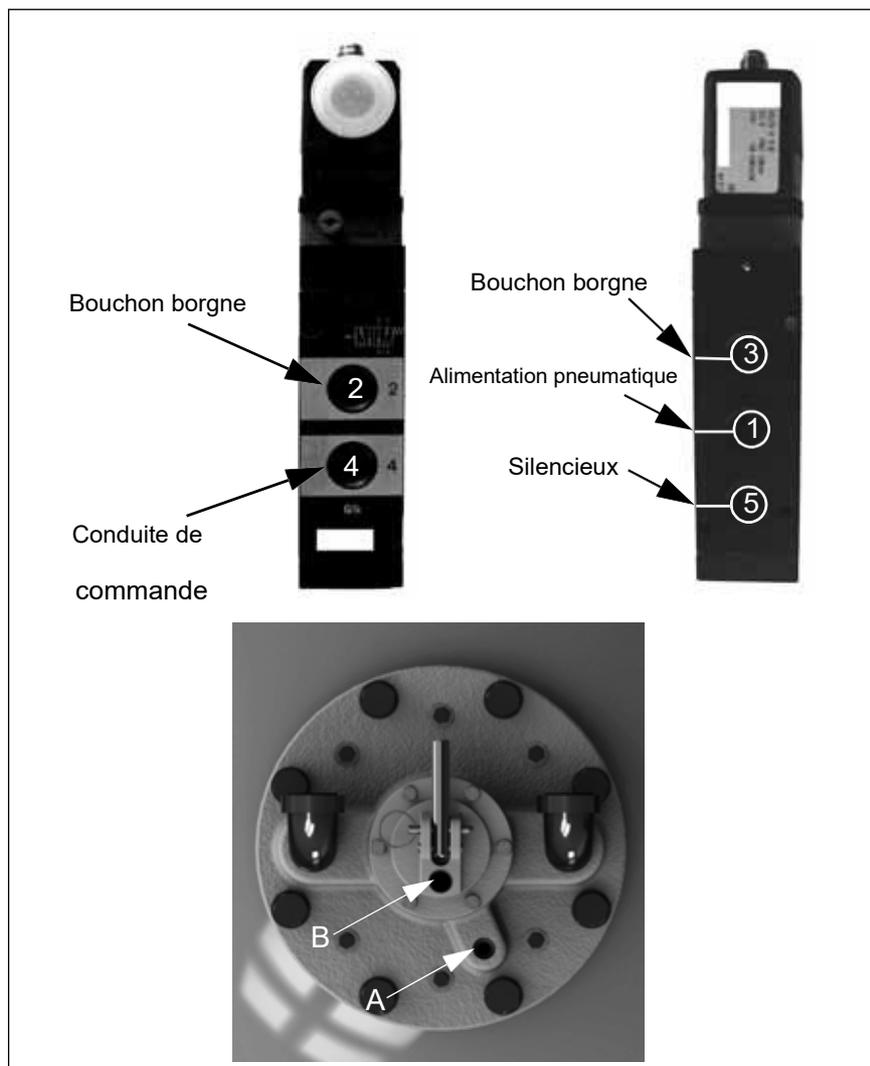

Fig. 5 : Raccordement pneumatique de l'électrovanne 5/2
4. Obturer les raccords 2 et 3 (Fig. 5) avec des bouchons borgnes.